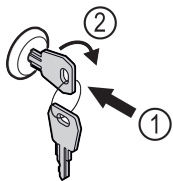

Fig. 191
- ▶ Trykk inn nøkkelen Fig. 191 (1).
- ▶ Vri nøkkelen 90° med klokka Fig. 191 (2).